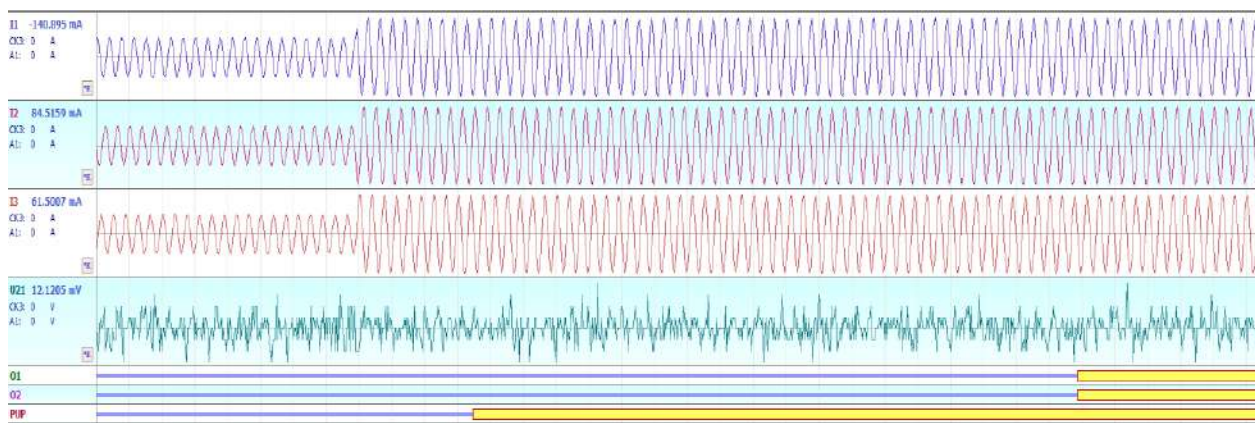

Рисунок 6.11– Осциллограммы срабатывания устройства
16. Открыть приложение FastView.exe, в меню программы выбрать пункт «Открыть» и выбрать сохраненные осциллограммы, результаты должны быть подобны изображениям, приложенным ниже (рис. 6.11). Данные осциллограммы проанализировать и приложить к отчету по лабораторной работе.